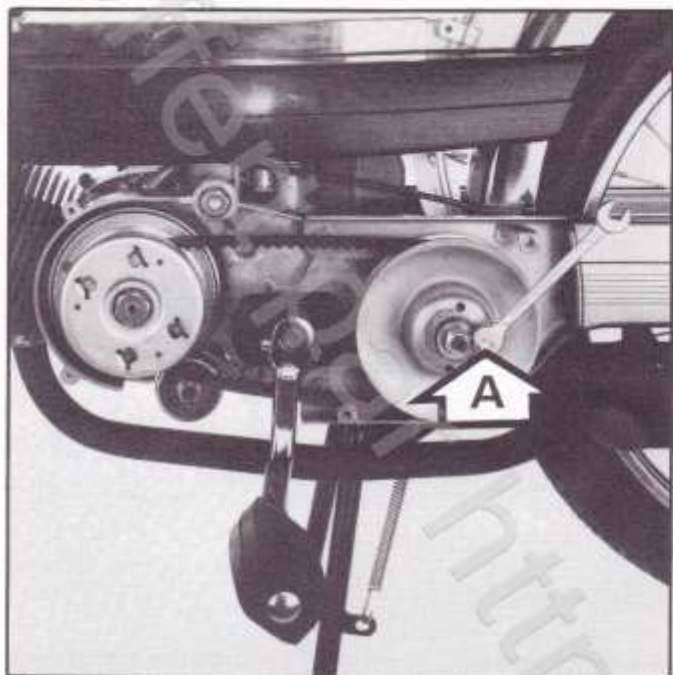

Fig. 21
La courroie doit être retirée ou montée sans forcer sur les brins (fig. 21).
- Dans le trou (A) de la poulie réceptrice, visser une vis ($\varnothing 6$, longueur 15) pour écarter les joues (fig. 21),